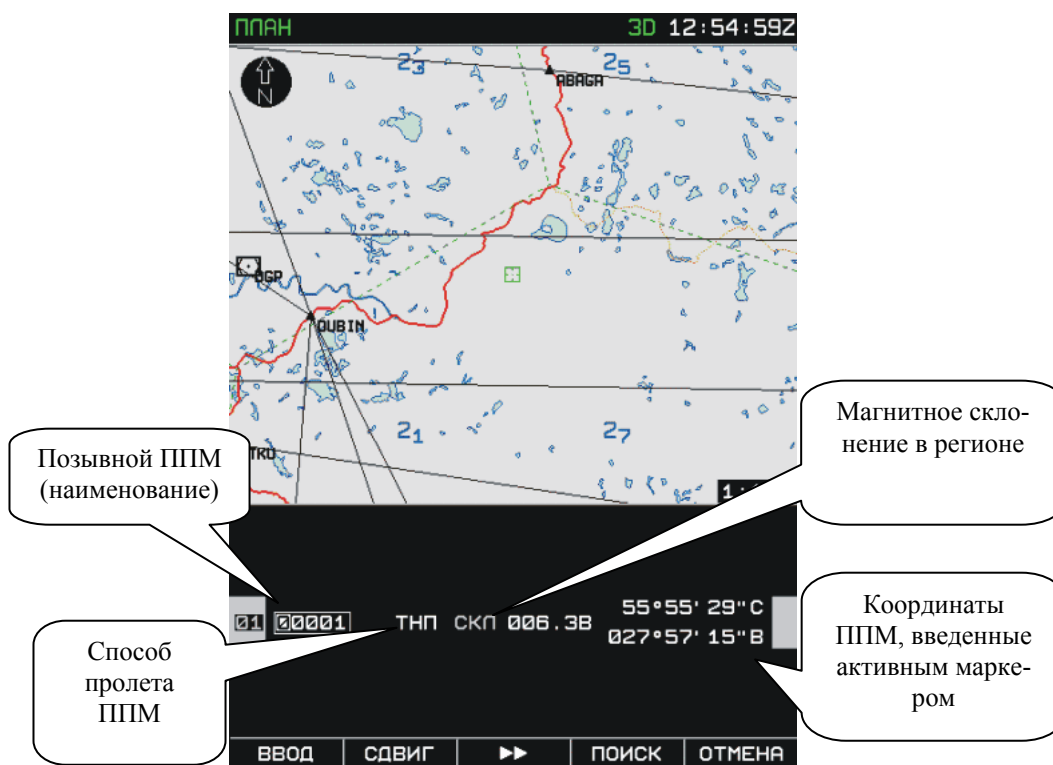
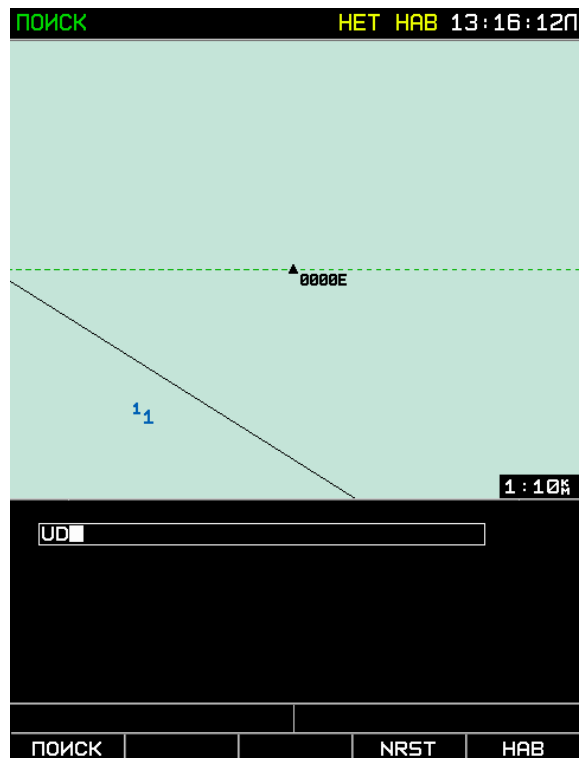

Рис. 46. Вид дисплея при вводе ППМ в произвольной точке карты
Рис. 49. Ввод позывного в режиме поиска
- *под активным маркером нет аэронавигационной точки*, вид информационного поля представлен на Рис. 46. Условный номер ППМ в плане полета присвоен автоматически и недоступен для изменения. Активный маркер – рамка белого цвета выделяет редактируемое поле, по умолчанию – поле КОД ППМ. Значения информационных полей могут быть изменены. Переход между полями осуществляется кнопкой   :
В изделии храниться база данных о навигационных точках, доступ к которым в режиме ПЛАН осуществляется с использованием кнопки ПОИСК (Рис. 46). Поиск в базе данных навигационных точек осуществляется по позывным. Ввод позывного для поиска осуществляется в поле ПОЗЫВНОЙ ППМ (НАИМЕНОВАНИЕ) (Рис. 46). При изменении первого символа позывного ППМ (по умолчанию в качестве позывного используется строка символов 00001), поле очищается и переход к позиции следующего символа обеспечивается нажатием оси манипулятора курсора. Вид дисплея при вводе позывного представлен на Рис. 49. **Внимание!** Для *правильного выбора ППМ* из базы данных **необходимо ввести ВСЕ** символы **ПОЗЫВНОГО!** При переходе из позиции первого символа без его изменения, редактируемое поле сохраняет свое значение. В составе информации полученном из базы данных ППМ для изменения доступно только поле СПОСОБ ПРОЛЕТА ППМ (Рис. 46).
3. В активном поле ПОЗЫВНОЙ ППМ(НАИМЕНОВАНИЕ) (Рис. 46) введите **полный позывной** (Рис. 49).